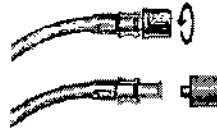

Fig 6. Cómo retirar el tapón Luer-Lock de plástico
6. Retire el tapón Luer-Lock de plástico del extremo más lejano del tubo del cassette del calentador (el más cercano al carril guía) girando el tapón *en sentido contrario a las agujas del reloj*, tal y como se muestra en la Fig. 6.